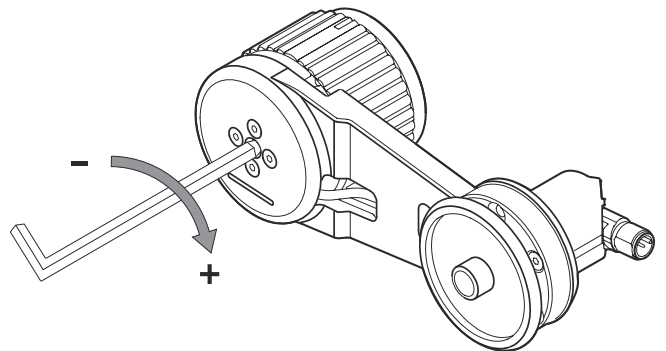

Abbildung 9: Die Zentralschraube lösen, um die Nullposition einzustellen
- ▶ Anschließend kann das MWS120-Gerät auf die Adapterplatte montiert und mit der mittleren Schraube fixiert werden, ohne dabei zu fest anzuziehen (**Abbildung 9**).
- ▶ Die Adapterplatte muss durch das Drehen des Inbus in **Abbildung 9** gelöst werden, ohne sie vollständig zu entfernen.
- ① Befestigungswinkel
- ▶ Die Zentralschraube lösen (**Abbildung 9**), sodass eine Lücke zwischen Adapterplatte und Gerätearm sichtbar wird, um sicherzustellen, dass sich der Arm, an dem die Adapterplatte montiert ist, frei drehen kann.
- ① Anzeige B bei einer Einstellung von 7,5 N
- ① Anzeige
- ② Nullposition der Skala
- ③ 6 Skalenlinien. Jede Skalenlinie steht für einen 4 N-Schritt.
- ④ Push out Feststellmechanismus
- ▶ Um die Nullposition zu fixieren, die Zentralschraube festziehen, um den Messarm an der Adapterplatte zu fixieren (**Abbildung 9**).